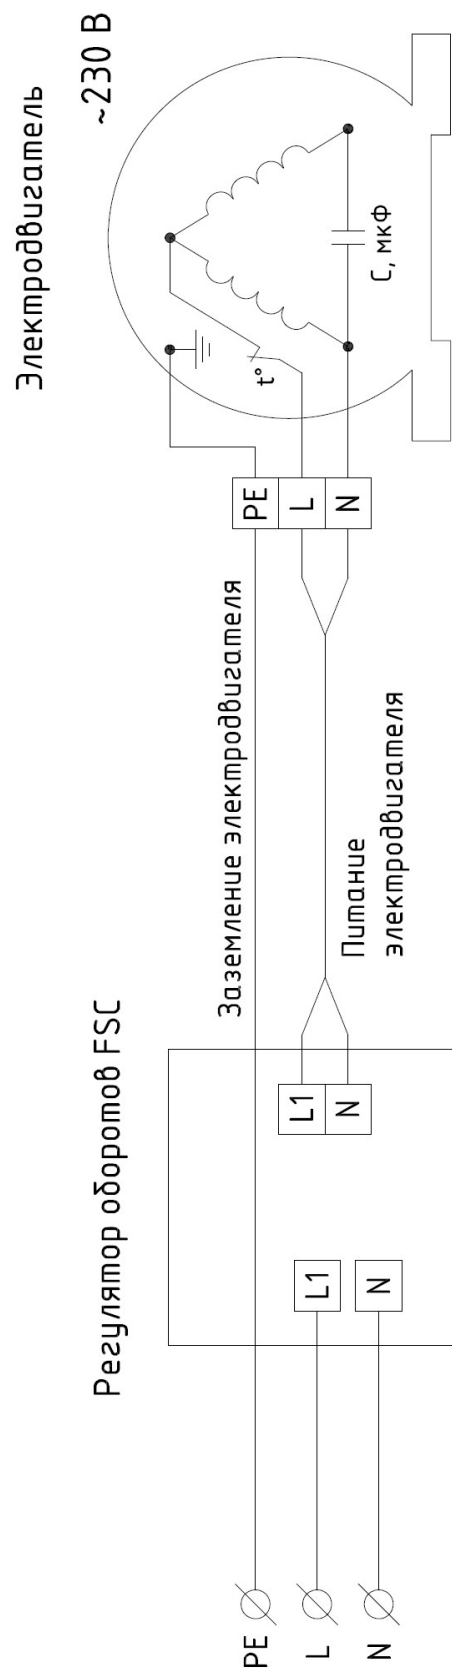
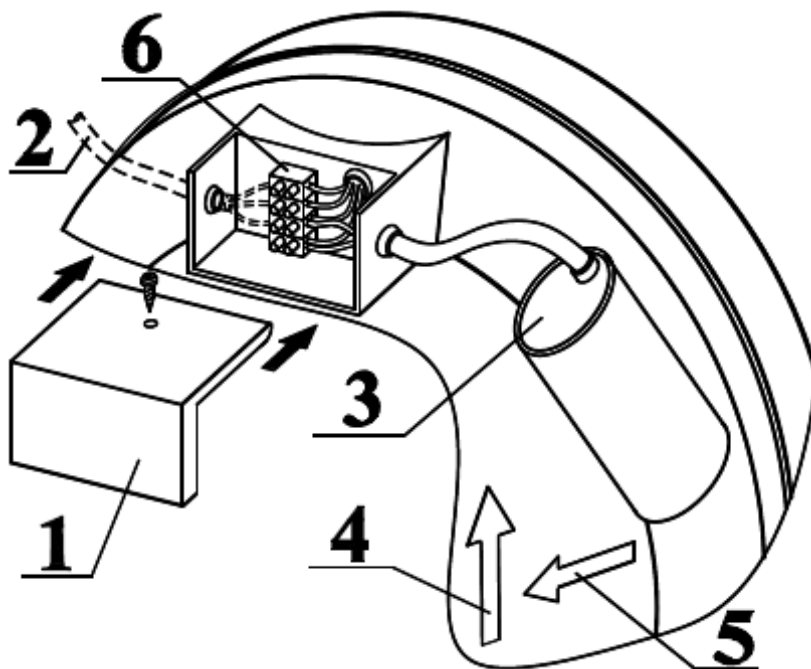

Рисунок 5.1 – Схема электроподключения вентилятора
Рисунок 5.2 – Подключение кабеля питания
- г) электрическое присоединение двигателя производить в соответствии со схемой подключения (см. рисунок 5.1). Для питания электродвигателя вентиляторов необходимо использовать кабель сечением не менее  $0,75\text{мм}^2$ . Кабель проводится через резиновый сальник коробки электроподключения на корпусе (см. рисунок 5.2).